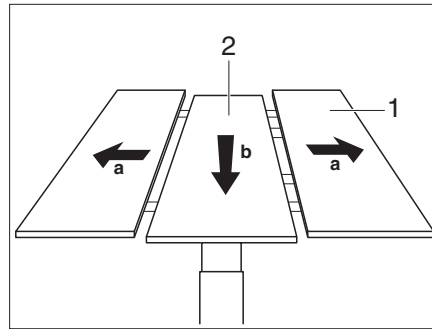

Fig. 99 Sollevamento della parte centrale
- Separare e allontanare le parti esterne (Fig. 99,1) del tavolo.
- Spingere con forza la parte centrale (Fig. 99,2) del tavolo verso il basso. La parte centrale viene spinta verso l'alto da una molla.
- Spingere con forza la parte centrale (Fig. 99,2) del tavolo verso il basso. La parte centrale si innesta in posizione inferiore.